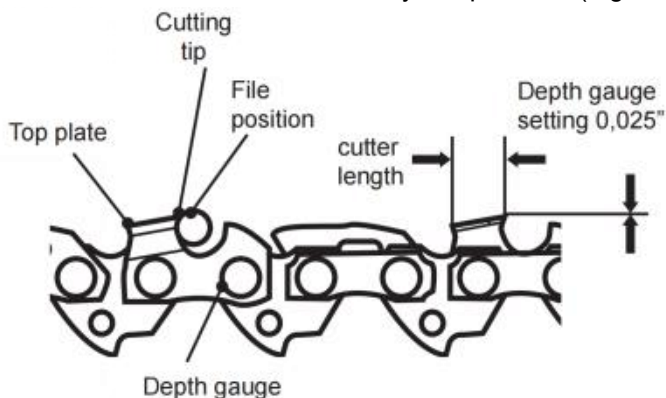

Fig. 75
9. Utilice un instrumento de medición de calibre de profundidad para verificar la altura de el medidor de profundidad. Las plantillas de medición de calibre de profundidad están disponibles en comerciantes de herramientas de mayor reputación (Fig. 75).